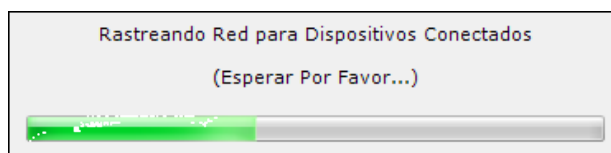
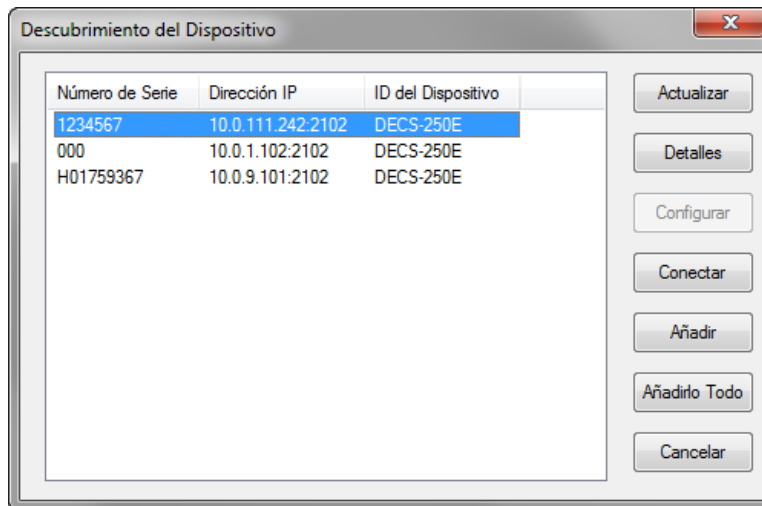

Figura 21-8. Búsqueda de dispositivos conectados
Figura 21-9. Ventana de identificación de dispositivos
4. Si no se conoce la dirección IP, se puede realizar un escaneo (Figura 21-8) para buscar en todos los dispositivos conectados haciendo clic en el botón *Ethernet* en el cuadro de Descubrimiento de Dispositivo. Luego de que se completa el escaneo, se visualizará una ventana con los dispositivos conectados. (Figura 21-9)